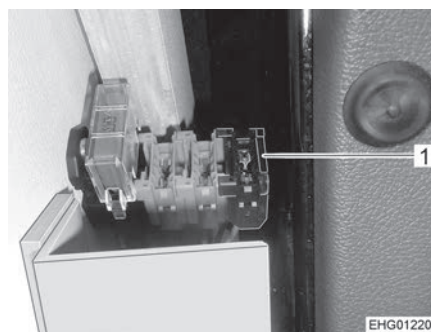

Fig. 117 Porte-fusibles sur les véhicules avec conduite à gauche (Ford)
- Changer le fusible sur le porte-fusibles (Fig. 117,1).